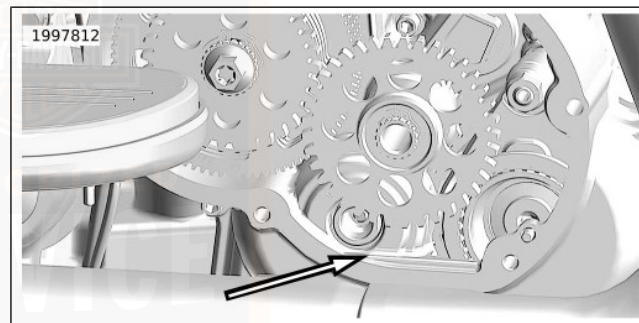
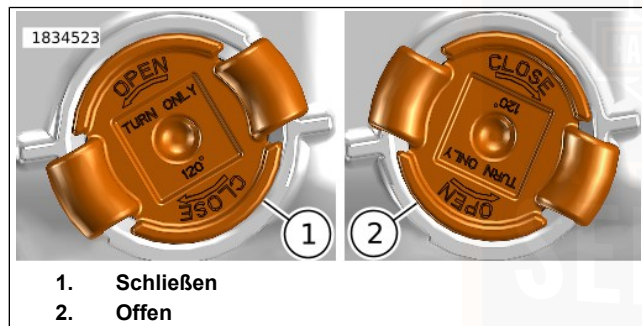

Abbildung 114. Getriebe-Füllmarkierung
Abbildung 116. Ausrichtung der Ablassschraube
3. Siehe Abbildung 114. Überprüfen, ob der Füllstand an der abgebildeten Markierung liegt.
- b. Siehe Abbildung 116. Die Getriebeölablassschraube gegen den Uhrzeigersinn in die geöffnete (2) Position drehen.
- a. Siehe Abbildung 116. Die Getriebeölablassschraube in die geöffnete (2) Position bringen.
- b. Die Getriebeölablassschraube im Uhrzeigersinn drehen, um sie zu schließen (1).
5. Siehe Abbildung 114. Das Getriebe bis zur Getriebe-Füllmarkierung mit dem empfohlenen Harley-Davidson Schmiermittel füllen.